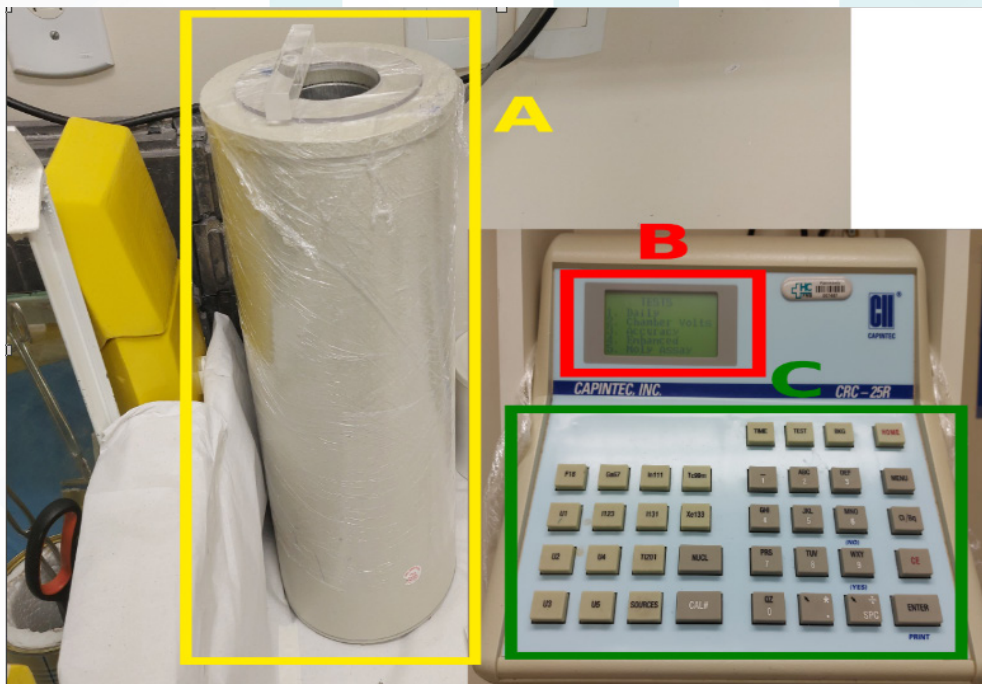

Figura 1 - Medidor de Atividade
4.3. Identificação do Medidor de atividade CAPINTEC CRC-25R: câmara de ionização tipo poço (A), tela (B) e teclado (C) – conforme Figura 1;